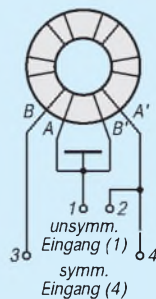

Bild 2: Wickelschema des Baluns 1:4
Bild 2: BASIC-Briefmarke Typ A. Unten die zwölfpolige Steckerleiste, darüber von links nach rechts Transistor des Reset-Generators, Keramikschwinger, Siebelektrolytkondensator. In der Mitte von links nach rechts: EEPROM, PIC, Spannungsstabilisator. In der Mitte oben die dreipolige Steckerleiste für die Computerverbindung. Keine SMD-Bauelemente.
- Typ „A“ als Leiterplatte mit zwölfpoliger Steckverbindung für die 11 Steuersignale. Aufbau und Kern wie der erste Typ, jedoch ohne Lochrasterfeld. Dazu Bild 2. Abmessungen 43 mm x 25 mm x 15 mm (L x B x H). Die zwölfpolige Steckverbindung sitzt auf der Breitseite. Dieser Typ wird auf vorhandene Leiterplatten gesteckt.
Kern des Typs FT 43-4502 gewickelt. Notfalls eignet sich hier auch ein T 130-2, was ich erfolgreich an einem anderen Tuner getestet habe. Die näheren Einzelheiten sind aus Bild 2 ersichtlich.